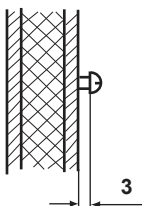

Рис. 10
- Вкрутите один из шурупов в верхнее среднее крепежное отверстие (Рис.9). На этот шуруп навешивается контроллер. Поэтому шуруп должен выступать приблизительно на 3 мм (Рис. 10).